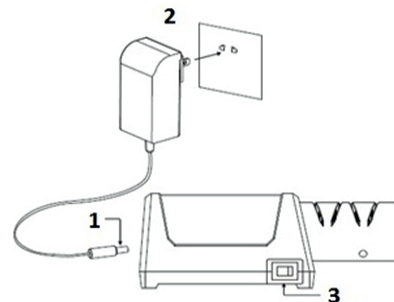

Рис. 2
2. Включите прибор в последовательности, обозначенной на рис. 2.